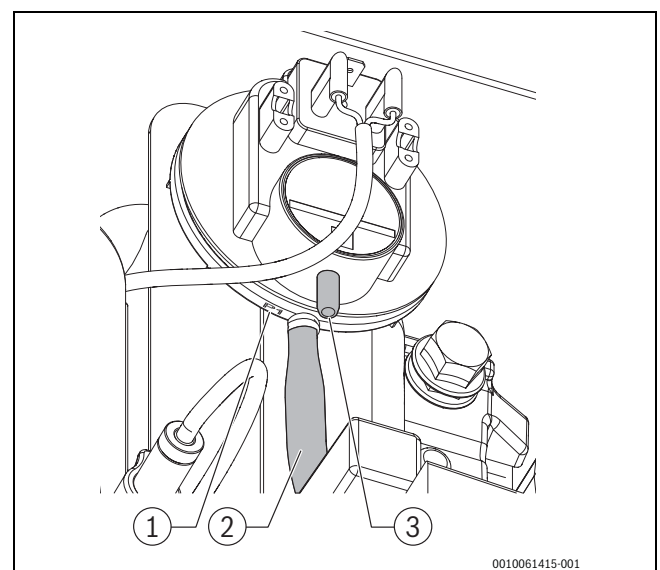

Bild 74 Detailansicht ADS-Druckschalter
- [5] Detail Anschluss Messleitungen (→ Bild 74)